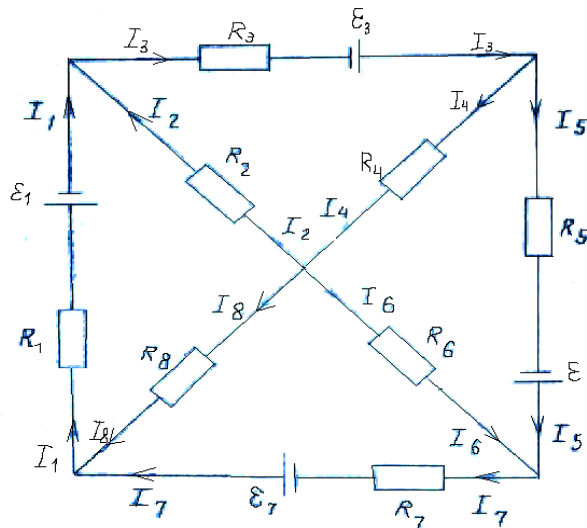

Рис. 1.
На схеме рассчитываемой цепи (рис. 1) направление сил токов задают произвольно. После чего силы токов, притекающих к данному узлу берут со знаком плюс, а силы токов, вытекающих из узла - со знаком минус. Если по завершении расчетов некоторые силы токов оказываются отрицательными величинами, это означает, что их направления были выбраны неправильно, и на схеме их следует заменить на токи, направленные противоположно. Чтобы получить вторую группу уравнений, воспользуемся выражением для напряжения на участке цепи, включающем проводник и источник электродвижущей силы. Для произвольно выбранного j -го участка цепи равенство запишется в виде:
Рассмотрим любую замкнутую цепь, входящую в состав сложной электрической цепи (рис. 1). Просуммируем для этой цепи левые и правые части выражения (3). Учитывая, что сумма разностей потенциалов для замкнутой цепи равна нулю, получим:
2. Для l узлов цепи записывается $l-1$ уравнений (1).
3. Составляются уравнения (4) с учетом сформулированного выше правила знаков. Полное число уравнений (1) и (4) для нахождения N сил тока, очевидно не должно превышать N . Если уравнений оказывается больше, следует проверить, не являются ли часть из них следствием других уравнений.
4. Уравнения (1) и (4) решаются совместно.
5. Если при решении системы часть сил токов оказывается отрицательной, это означает, что знаки при них в (1) и (4) а, следовательно, и их направления, были выбраны неправильно. Знаки и направления следует заменить на противоположные.
Приведем запись уравнений (1) и (4) для электрической цепи, схема которой показана на рис. 1. Для пяти узлов следует записать четыре уравнения (1) в виде: